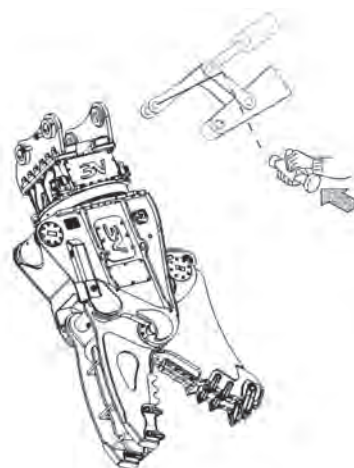

Рис. 4.4.3
- Перемещая рычаг, расположите нижнее отверстие фитинга напротив отверстия в шатуне рычага и вставьте второй палец, закрепив его соответствующим крепежом (Рис. 4.4.3).